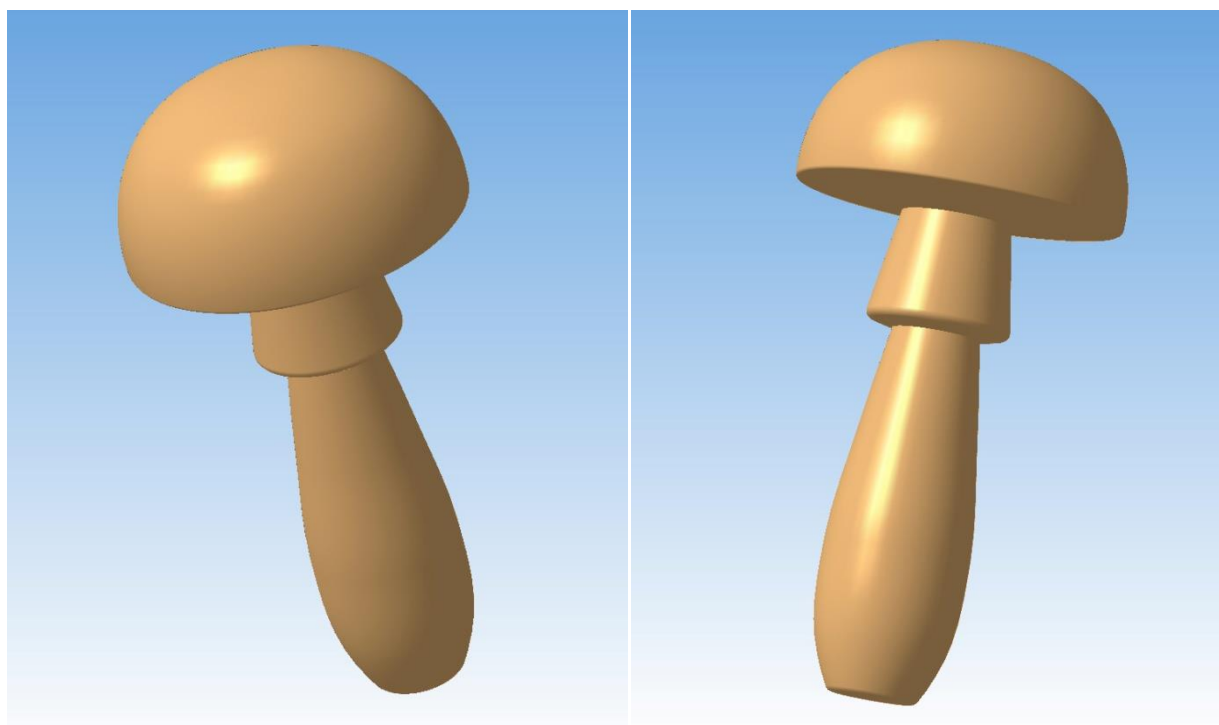
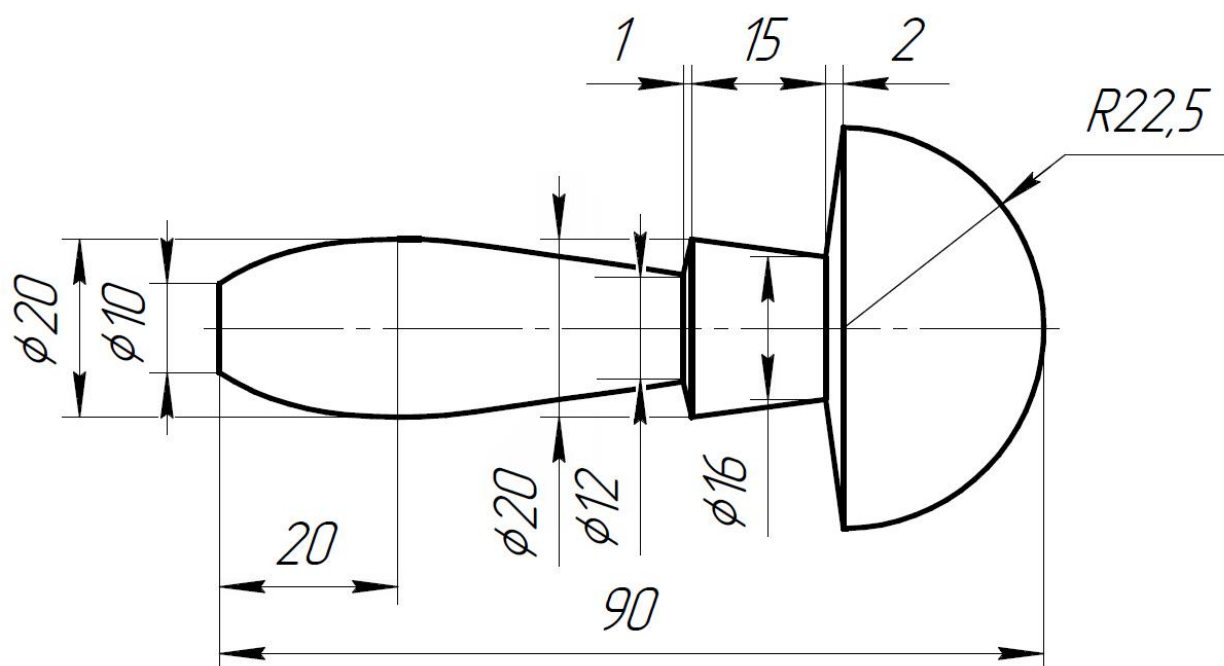

Рис. 1
Рис. 2
1. С помощью образца (Рис. 1) и чертежа (Рис. 2) изготовьте на токарном станке изделие “Грибок”.